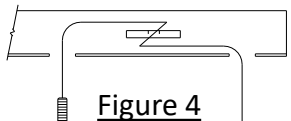

Figure 4
- 5. Poser les boulons de carrosserie et les espaceurs** – À l'aide des fils de tirage (voir Fig. 4), acheminer les boulons de carrosserie et les blocs espaceurs dans les trous de fixation arrière du châssis, à travers les trous agrandis des deux côtés; laisser les fils de tirage attachés à la visserie. À l'aide des fils de tirage (voir Fig. 5), acheminer les boulons de carrosserie et les espaceurs dans les trous de fixation avant du châssis, à travers les trous agrandis des deux côtés; laisser les fils de tirage attachés à la visserie.
**5. Poser les boulons de carrosserie et les espaceurs** – À l'aide des fils de tirage (voir Fig. 4), acheminer les boulons de carrosserie et les blocs espaceurs dans les trous de fixation arrière du châssis, à travers les trous agrandis des deux côtés; laisser les fils de tirage attachés à la visserie. À l'aide des fils de tirage (voir Fig. 5), acheminer les boulons de carrosserie et les espaceurs dans les trous de fixation avant du châssis, à travers les trous agrandis des deux côtés; laisser les fils de tirage attachés à la visserie.